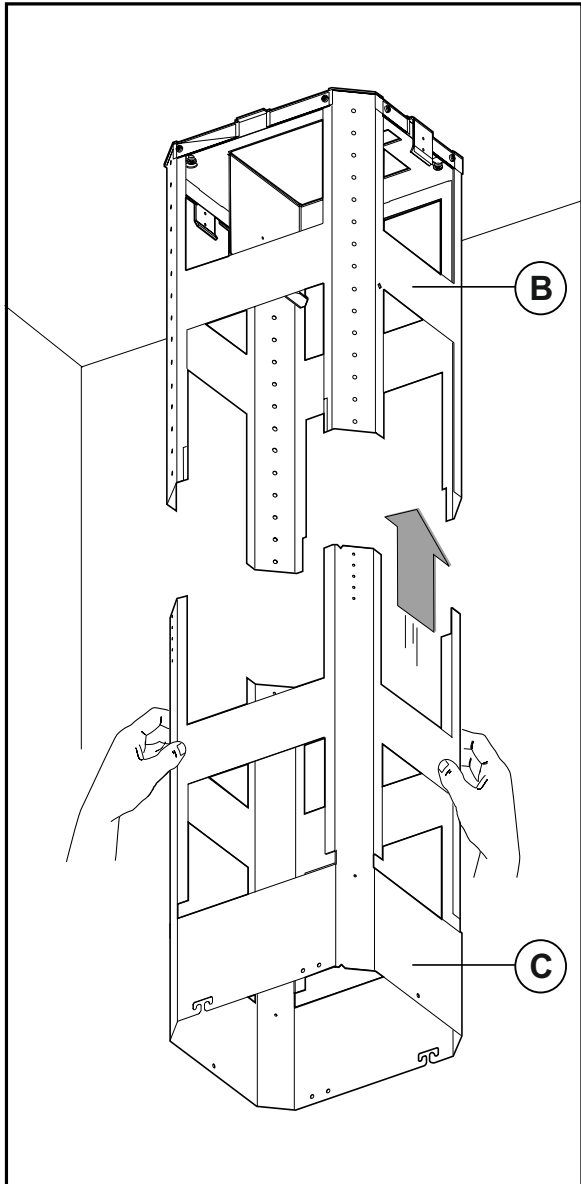
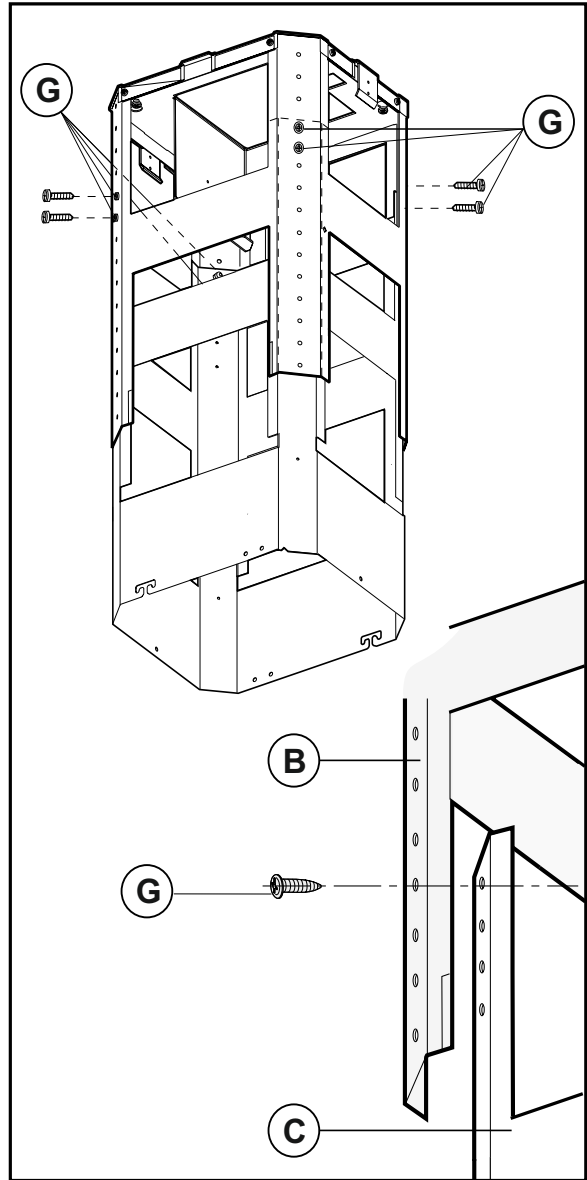
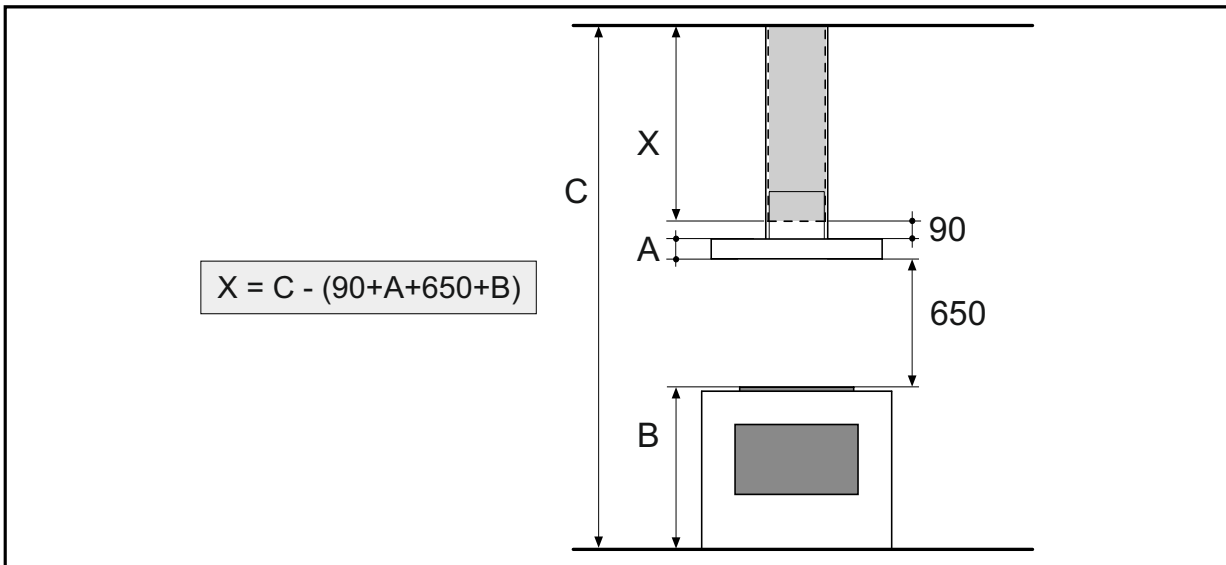

Fig.5
Fig.6
Fig.15
- 3.2.3 Ota kehikon alaosa ja asenna se kehikon yläosaan (Fig. 5). Säädä kehikon korkeus niin, että kehikon alaosan alareunan etäisyys katosta = huoneenkorkeus - 1690 mm (Fig. 15). Tarkista mitta vielä itse tuotteesta. Kiinnitä kehikon alaosa kehikon yläosaan 8 ruuvilla (Fig. 6).